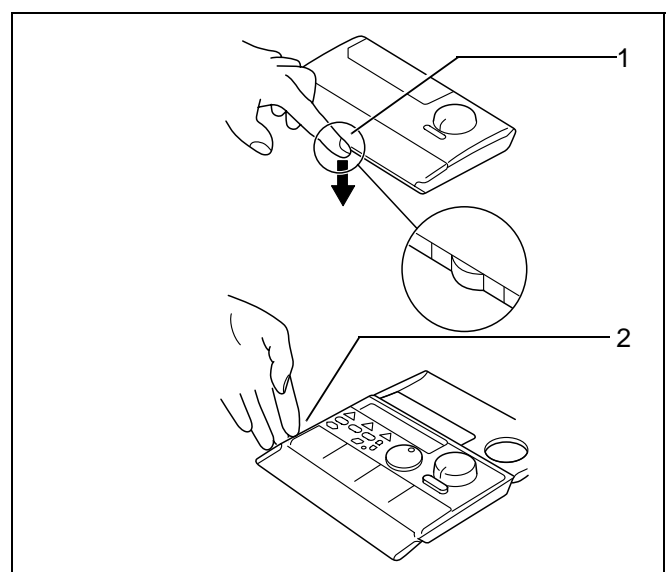

Abb. 6 Bedienteil aus Montageplatte heben
- Lasche auf der Unterseite der Montageplatte leicht nach unten drücken (Abb. 6, Pos 1),
- Bedienteil seitlich unten in der Aussparung fassen und nach oben aus der Montageplatte herausheben (Abb. 6, Pos 2).